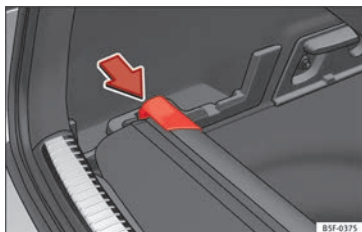

Fig. 165 Na bagageira: alojamento para guardar a chapeleira.
- Pressione a cabeça da chapeleira no sentido da seta até a encaixar no alojamento previsto para essa utilização » **Fig. 165**.